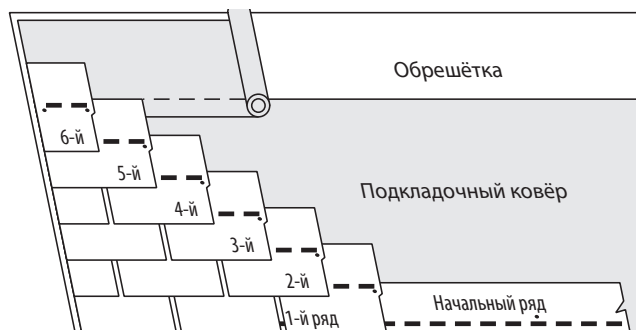

Рис. 10-16. Метод укладки с уступом на половину язычка.
3. Продолжайте укладку начального ряда, монтируя целые гонты начального ряда вдоль карнизов (Рис. 10-16).
1-й РЯД: Уложите целый гонт в левом нижнем углу крыши таким образом, чтобы язычки гонтов были вровень с начальным рядом (Рис. 10-16).
2-й РЯД: Отрежьте 16,7 см (пол-язычка) от левого края гонта и уложите оставшийся кусок на гонт первого ряда вровень с его левым краем, оставив в первом ряду открытый участок высотой 14,3 см. (Рис. 10-16).
РЯДЫ С 3-ГО ПО 6-Й: Каждый последующий ряд, до восьмого ряда включительно, должен начинаться с гонта, который на половину язычка (16,7 см) короче (с левой стороны), чем гонт предыдущего ряда (Рис. 10-16). Оставляйте на гонтах каждого ряда открытый участок высотой 14,3 см.